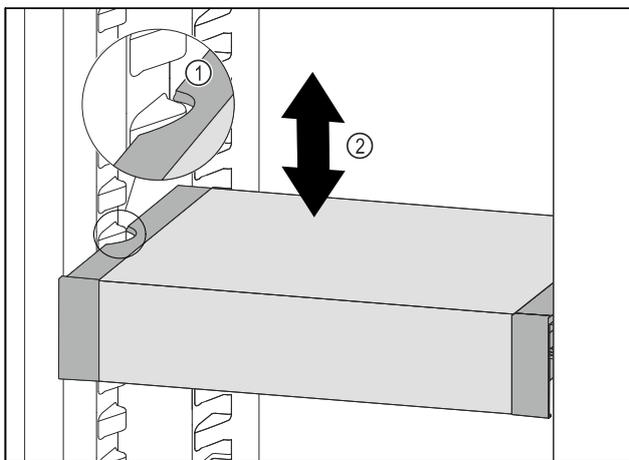

Fig. 111
- ▶ Tirer le VarioSafe vers l'avant jusqu'à ce que les encoches latérales du VarioSafe soient à la hauteur de la nervure du bac dans la partie réfrigérateur. Fig. 111 (1)
- ▶ Déplacer le VarioSafe vers le haut ou vers le bas dans la partie réfrigérateur jusqu'à ce que la hauteur souhaitée soit atteinte. Fig. 111 (2)